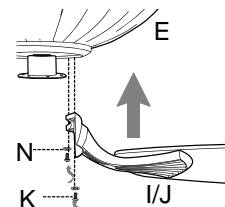

Fig. 3
3. Localice tornillos del motor (K) y arandelas de seguridad (N) que se quitaron anteriormente en la página 5. (Tornillos del motor (K) y arandelas de seguridad (N) adicionales en paquete de artículos de ferretería). Introduzca un solo tornillo del motor (K), junto con la arandela de seguridad (N), en el brazo para la paleta (I) para sujetar el brazo para la paleta (I) al motor y apriete el tornillo (K) parcialmente. Repita con los demás brazos para las paletas (I). [Fig. 3]